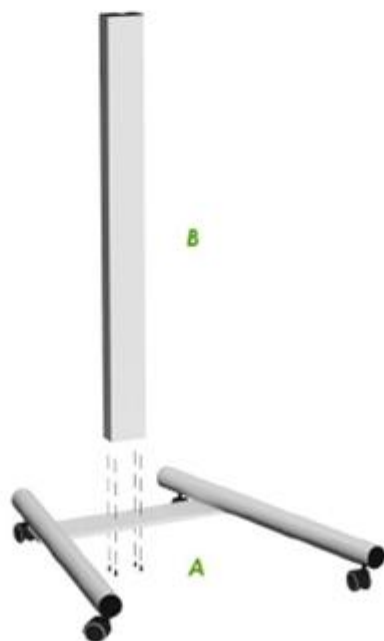

Рис. 14
✓После сборки стойки мобильной (A) можно зафиксировать опорное плечо (B) с использованием четырех болтов 6x20, как показано на рис. 14